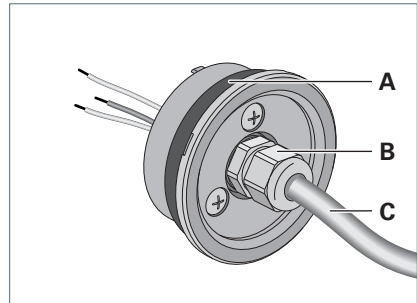

Fig. 8: Luminaire tubulaire RL70.
- ▶ Introduisez le câble par le raccord de câble à vis **B**, voir Fig. 8.